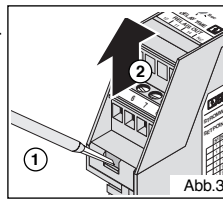

Abb.3
Entriegeln Sie mit Hilfe eines Schraubendrehers die Verrastung des Gehäuseoberteils auf beiden Seiten (1) (Abb.3).